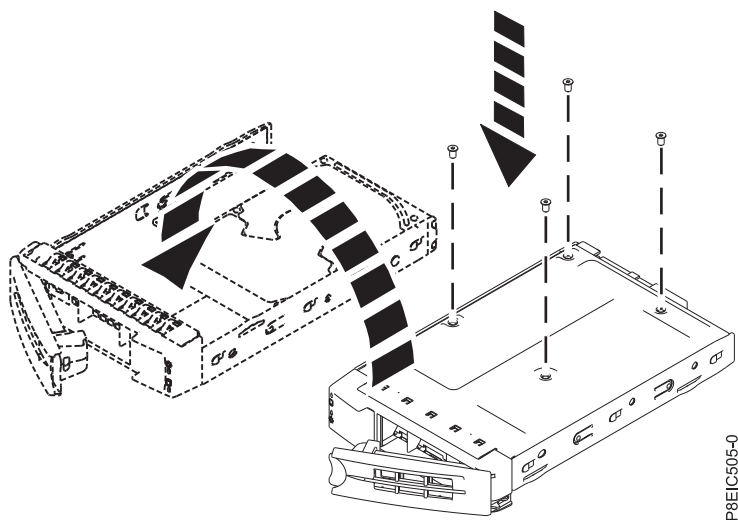

図 11. 2.5 型ドライブのトレイへの取り付け
- 2.5 型ドライブは、トレイの後部に置く必要があります。ドライブとトレイの両方を保持しながら、トレイを裏返します。ドライブをトレイの底面に 4 本のねじで固定します (図 11 を参照)。